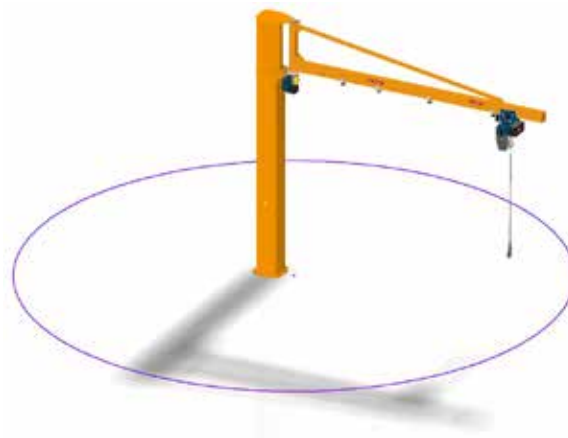

fig.17
3. Compruebe la idoneidad de los espacios de maniobra (rotación) a disposición de la grúa de bandera, máxime si opera en áreas donde están presentes otras grúas u otras máquinas operadoras (fig.17).